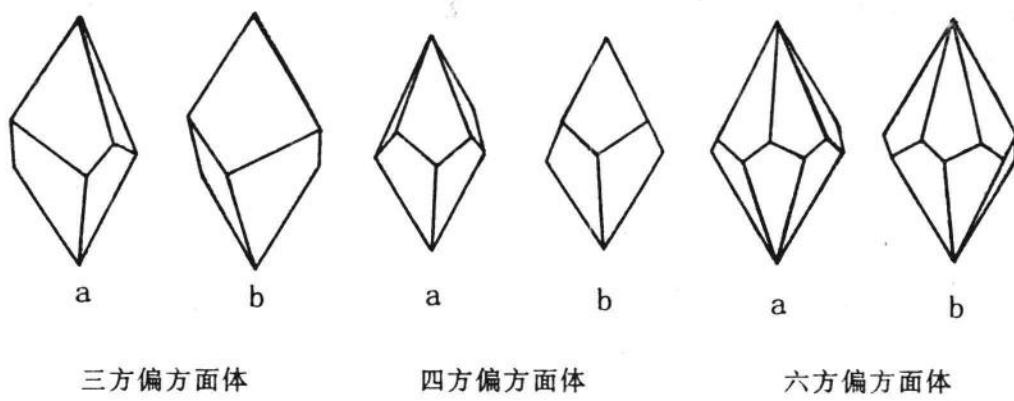

图 7 偏方面体的左形(a)和右形(b)
①、对于偏方面体类单形，上部晶面两个不等长的晶棱中，长晶棱在左者为左形，长晶棱在右者为右形（见图 7）。